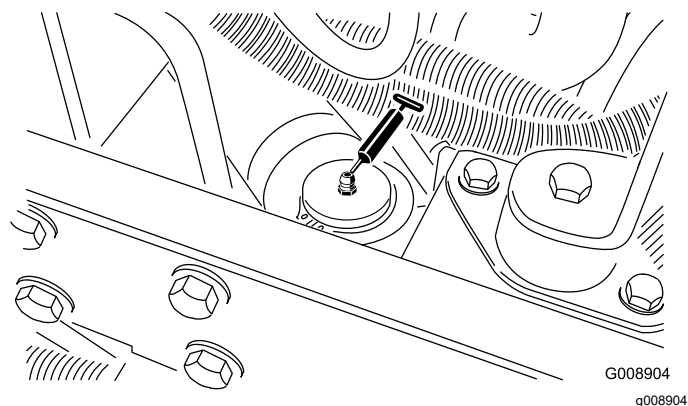

Figura 55
- Cilindro da direção (Figura 55).